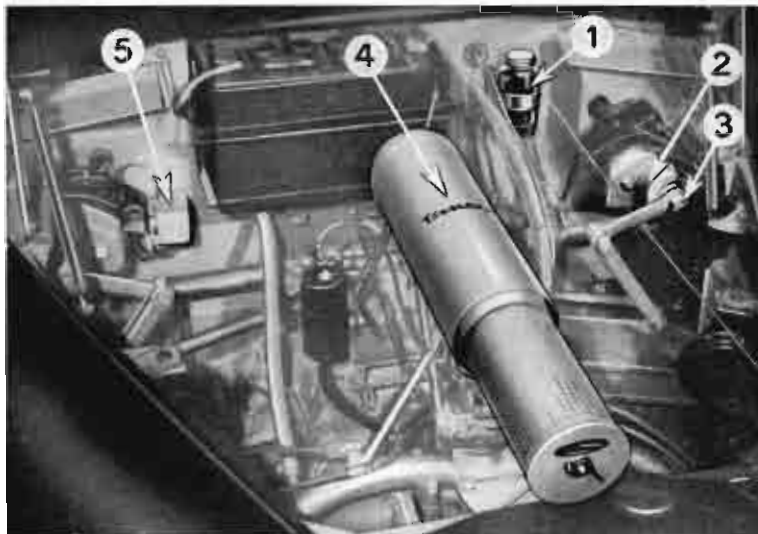

Fig. 27
Niveau d'huile Lockheed. — La commande hydraulique des freins est alimentée par un réservoir en verre (1) (fig. 27). Il est donc facile, sans dévisser le bouchon, de vérifier le niveau d'huile qui doit se situer entre les deux traits mini-maxi indiqués sur le réservoir.
Filtre à air. — Le filtre à air (4) (fig. 27) qui joue également le rôle de silencieux d'aspiration doit être nettoyé tous les 10.000 km. Dévisser
Dynamo Régulateur de tension (5) (fig. 27). — Ces deux appareils constituent un tout. Le régulateur assure la liaison entre la dynamo et la batterie et règle l'intensité débitée par la dynamo en fonction de la tension existant aux bornes de la batterie.